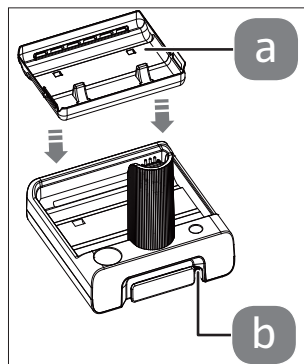

Fig. 4 – Station de charge
- ▶ Branchez le connecteur cylindrique de l'adaptateur secteur fourni sur la prise au dos de la station de charge (b) ((voir Fig. 4)).